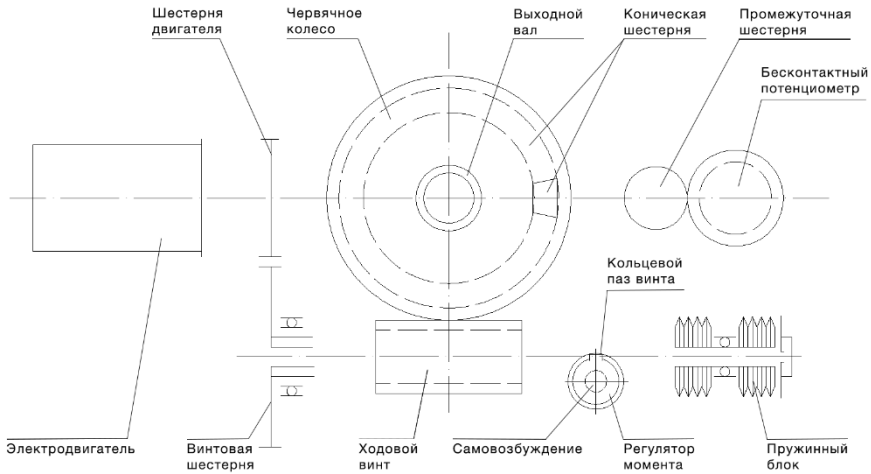

Рис. 1. Кинематическая схема многооборотного привода (МТ)
**Принцип работы** (Рис. 1): вращение двигателя через шестерню передаётся на червяк, затем на червячное колесо и далее через сцепление на выходной вал. Электрическое управление имеет приоритет над ручным. При вращении выходного вала через коническую пару шестерён вращение передаётся на прецизионный потенциометр, обеспечивающий дистанционную индикацию положения.